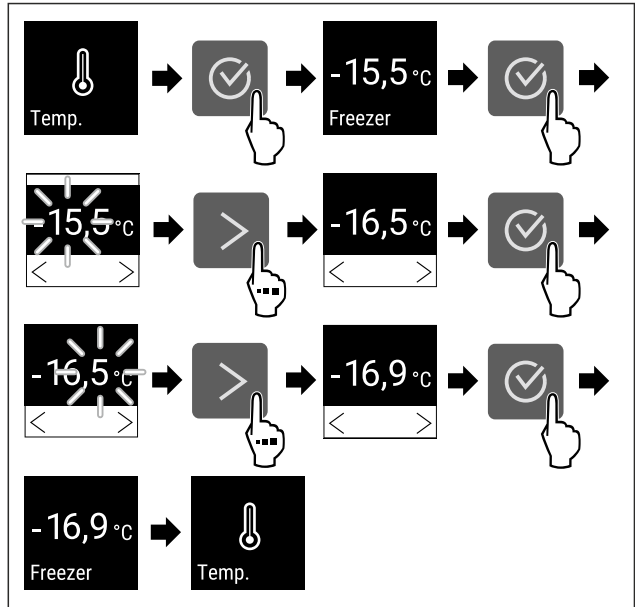

Fig. 65 Ndërrimi i temperaturës nga -15,5°C në -16,9°C
- Kryeni hapat e veprimit (shihni Fig. 65).